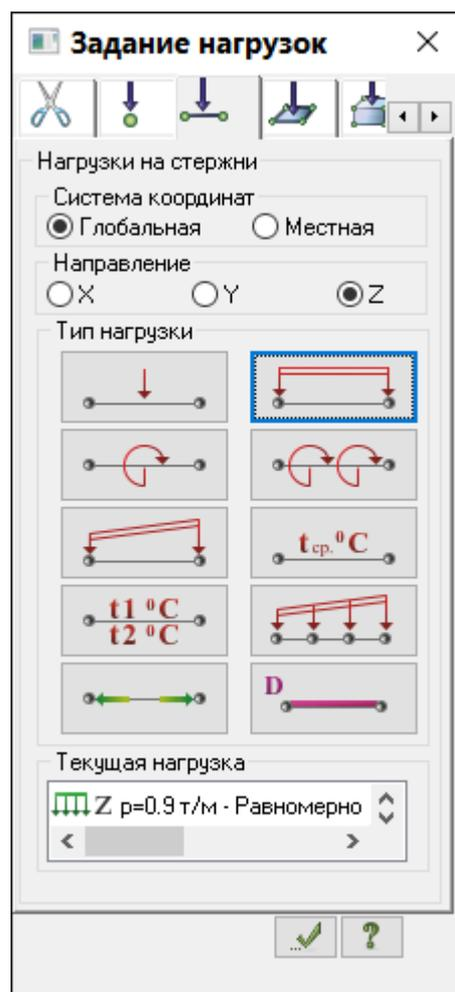

Рис.12.21. Диалоговое окно **Задание нагрузок**
- После этого вызовите диалоговое окно **Задание нагрузок** на закладке **Нагрузки на стержни** (рис.12.21), выбрав команду  – **Нагрузка на стержни** в раскрывающемся списке **Нагрузки на узлы и элементы** (панель **Нагрузки** на вкладке **Создание и редактирование**).